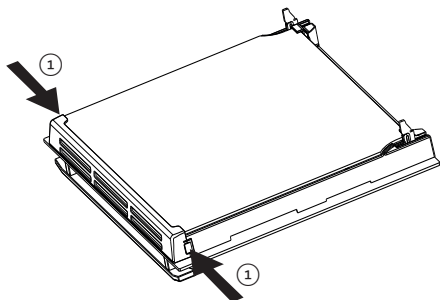

Fig. 10.15
- Premere le linguette di aggancio su entrambi i lati della porta e rimuovere completamente il fermavetro (fig. 10.15, 10.16).